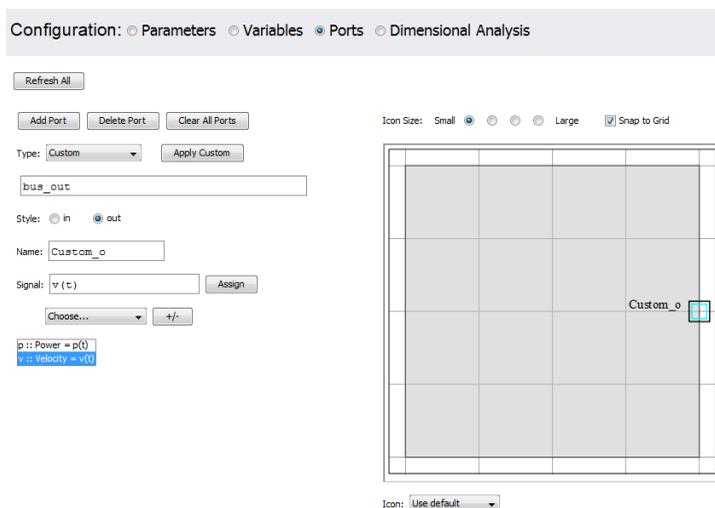

図6.10 カスタムポートの使用
14. このセクションの下部にあるドロップダウンメニューとリストボックスを使用して、Power 変数を $p(t)$ に、Velocity 変数を $v(t)$ に割り当てます。図6.10 「カスタムポートの使用」に、テンプレートの完成したポートセクションを示します。